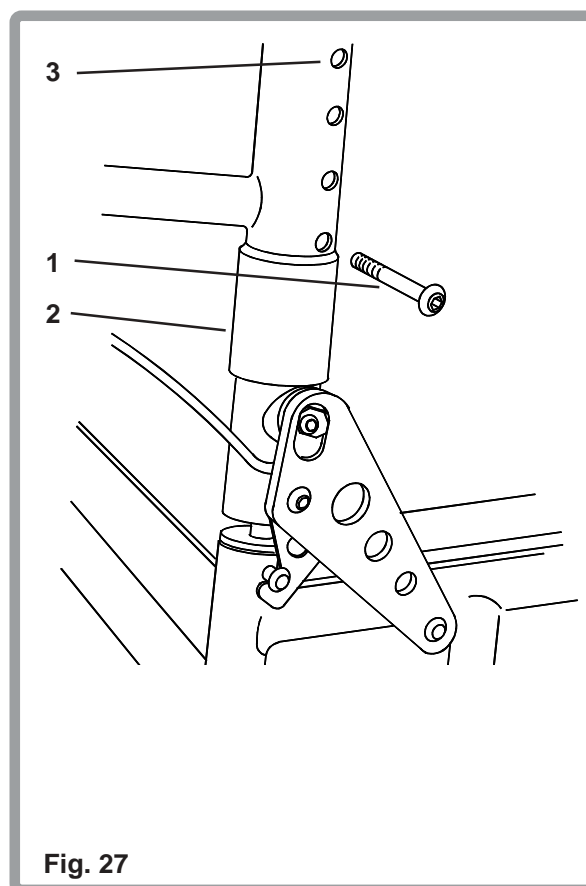

Fig. 27
Le dossier offre une possibilité de réglage en hauteur de 100 mm (Fig. 27). Retirer la toile de dossier en défaisant la bande Velcro® et en la faisant glisser et sortir des tubes du dossier. Vous verrez le tube qui s'insère dans le cadre du dossier et est fixé par une vis (1) sur le côté du cadre (2). Il y a quatre trous (3) éloignés de 25 mm les uns des autres, pour vous permettre de régler la hauteur du dossier. Après avoir choisi la hauteur souhaitée, fixer la vis dans le bon trou et resserrer en utilisant une clef Allen de 5 mm. Serrer jusqu'à 8-10Nm. Replacer la toile en laissant la partie à passer par dessus non attachée. Fixer le Velcro® sur les tubes latéraux et replier le rabat à l'avant du dossier.